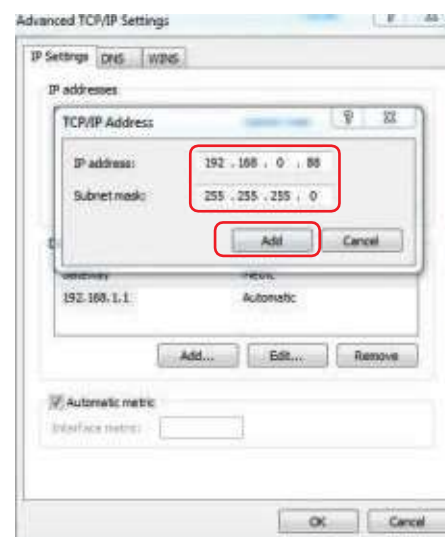

Fig. 6.9
(3) Introduceți următoarele informații în fereastra “TCP/IP address”. Faceți clic pe “Add” (vezi Fig. 6.9).